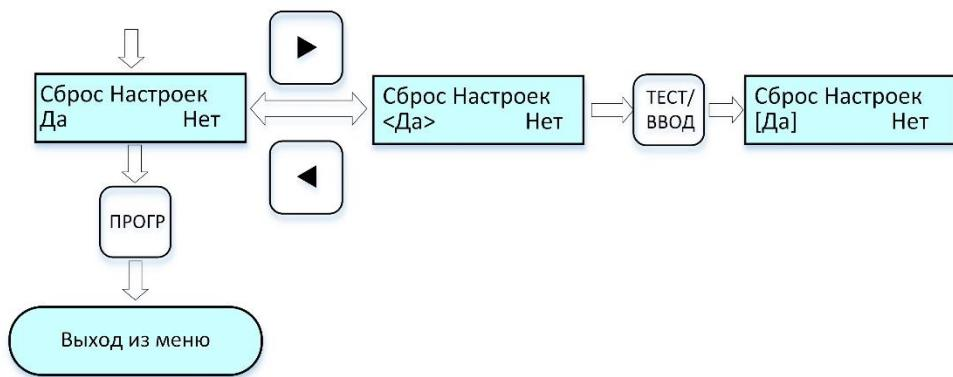

Рисунок 16 – Циклограмма выводимых сообщений на дисплей при установке параметров «по умолчанию»
2.6.5.12 Для установки параметров «по умолчанию» выполнить действия по п. 2.6.5.1 (при необходимости), далее по циклограмме рис. 16.